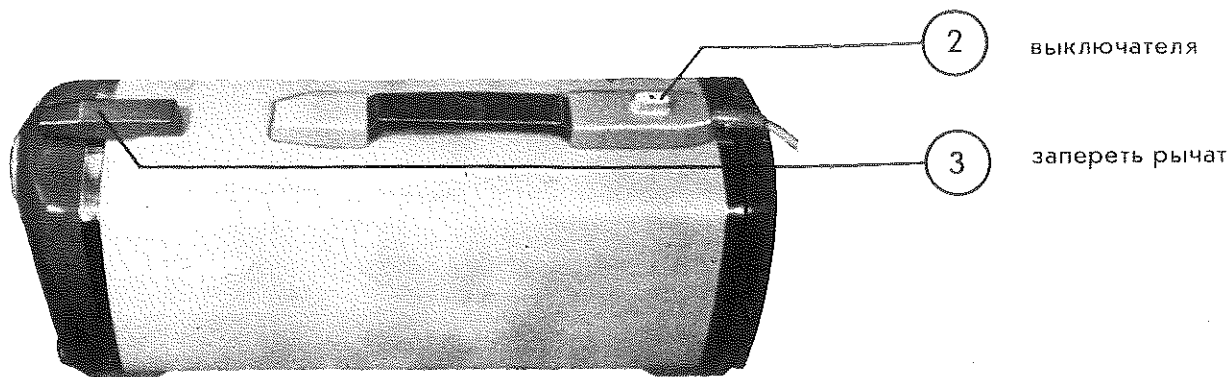

Рис. 2
Включение и выключение осуществляется посредством встроенного перекидного или нажимного выключателя (52), причем последний можно обслуживать ногой (см. рис. 2).
Для опорожнения пылесоса поставьте пожалуйста пылесос на нижние ролики и откройте затем верхний колпак с помощью рычага запора (см. рис. 2). Теперь можно вытащить мешочек с пылью с использованным бумажным фильтром.